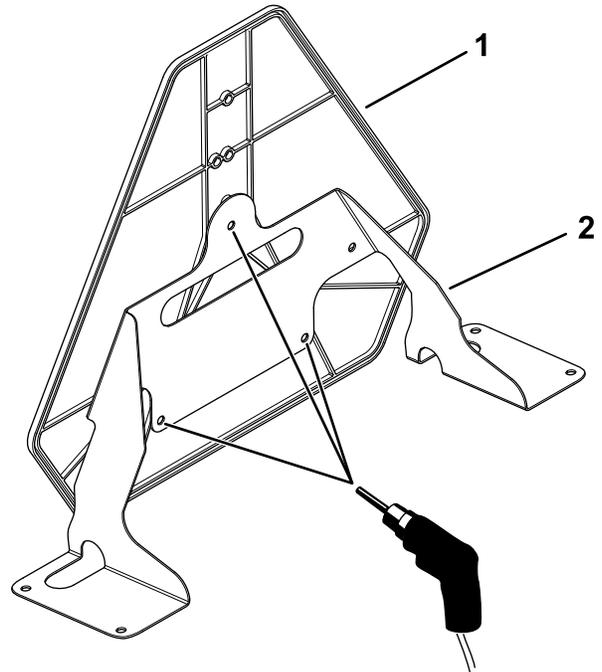

Figura 21
7. Usando el soporte del marcador como plantilla, perfore 3 orificios (5/16") en la señal de vehículo lento (Figura 21).